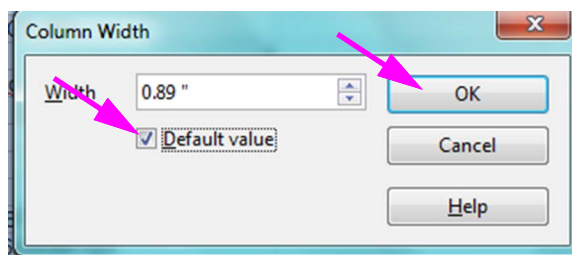

Abbildung D-7. Dialogfeld „Column Width“ (Spaltenbreite)
10. Das Dialogfeld „Column Width“ (Spaltenbreite) wird angezeigt. Siehe Abbildung D-7.